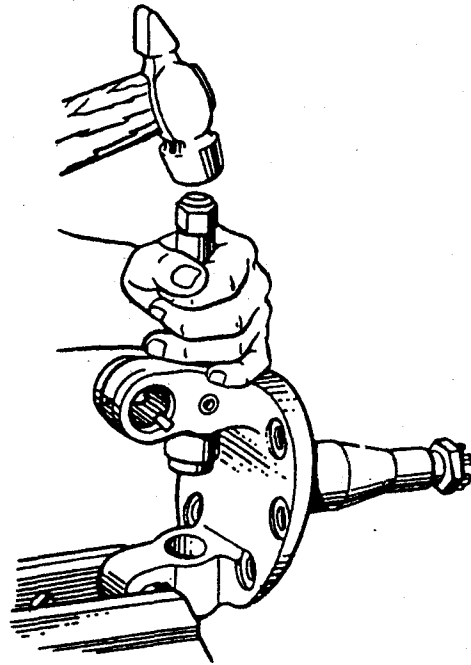

Рис. 58. Выпрессовка втулок шкворня
9. Зажать поворотный кулак в тисках (рис. 58) и с помощью оправки выбить обе втулки шкворня.